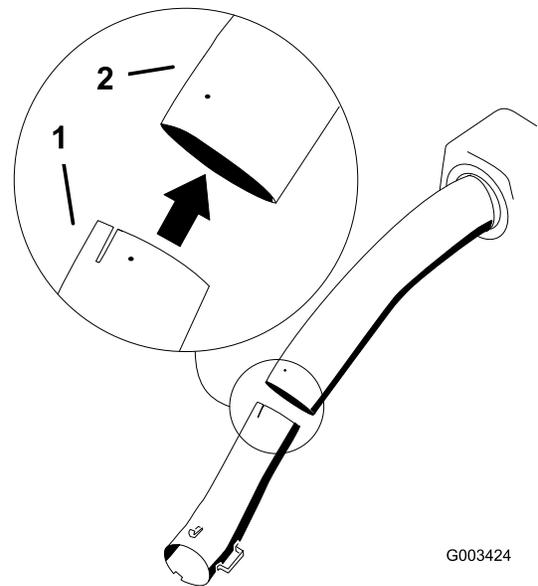

Figure 23
7. Insérez le tube inférieur dans le tube supérieur (Figure 23).